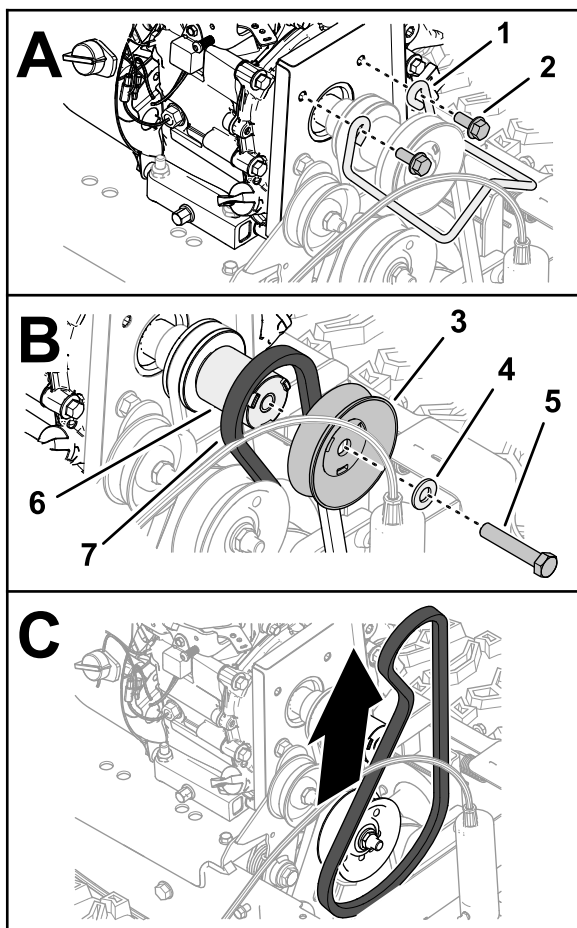

Figura 44
3. Retire os dois parafusos de cabeça flangeada que prendem a guia da correia e retire a guia do motor (Figura 44).
- Retire o parafuso ($\frac{3}{8}$ pol. x 2 pol.) e a anilha que prendem a polia da transmissão da vassoura à cambota do motor e retire a polia (Figura 44).